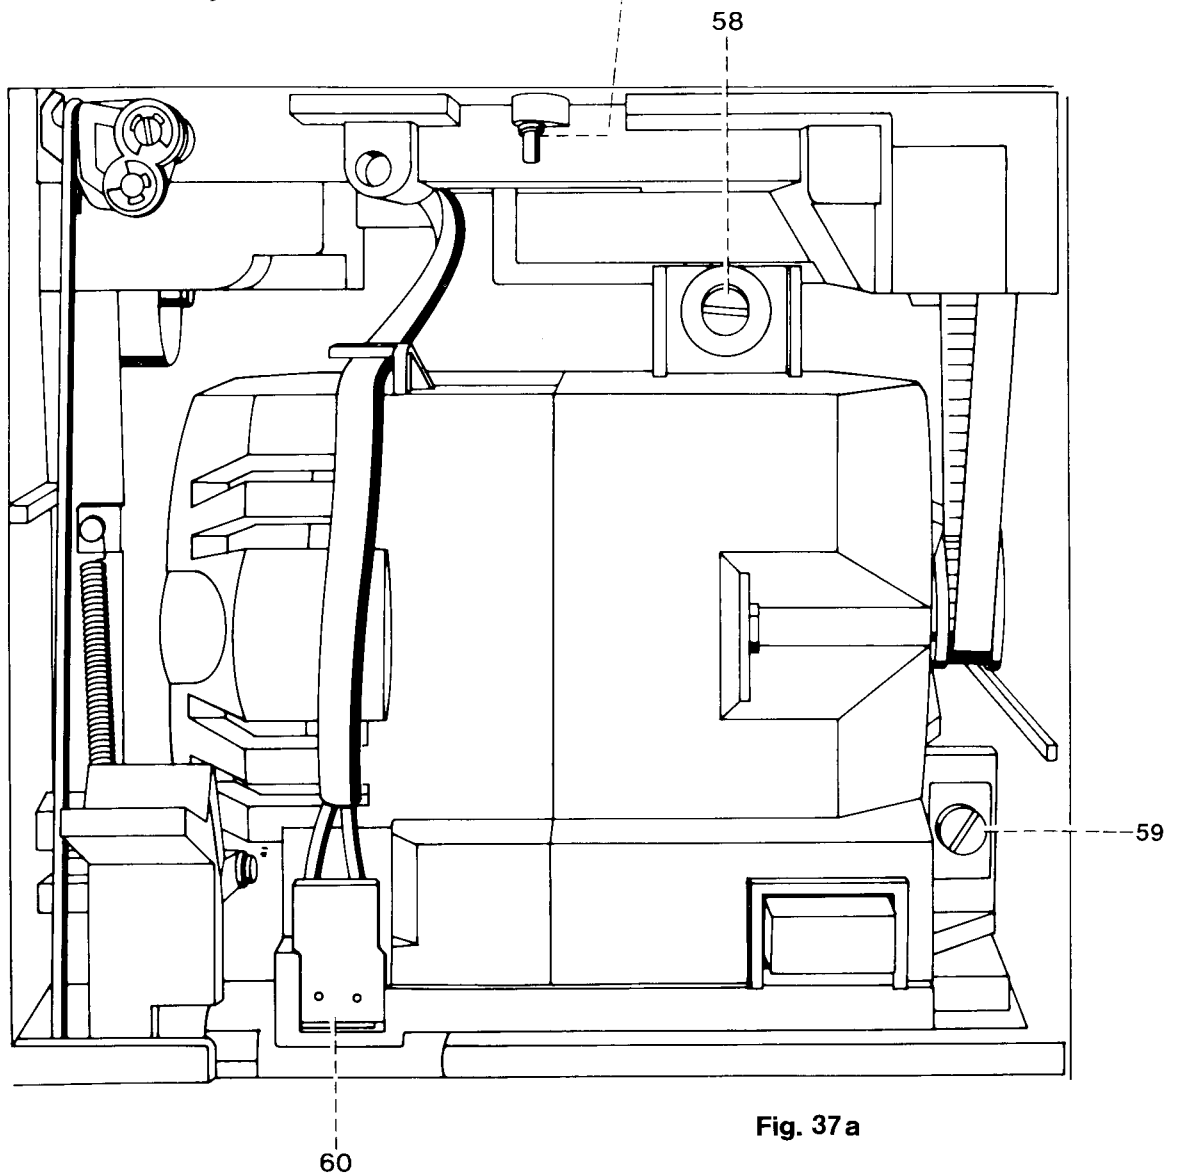

Fig. 37a
- Den Lichtstecker 60 abziehen (siehe Abb. 37a).
- Unplug sewing light plug 60 (Fig. 37a).
- Retirer la fiche lumière 60 (voir fig. 37a).